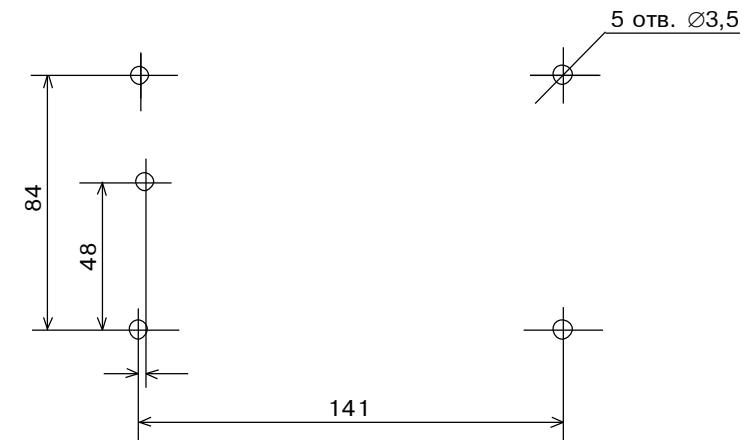

Рис. 10. Схема разметки для установки клавиатуры КВ-А
- произведите разметку согласно чертежу, приведенному на рис. 10;